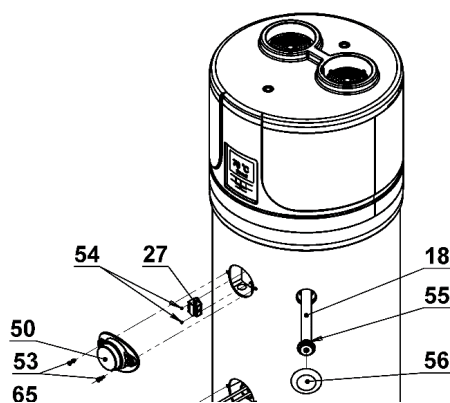

Fig. 14
10.1. Reiniciar o termostato de segurança 27 (Fig. 14)
- Retire o painel decorativo superior ao desaparafusar os parafusos de retenção apropriados (Fig. 14);
- Pressione o botão do termostato de segurança manualmente até ouvir um som (Fig. 14).
10.4. Ânodos de magnésio 18. (Fig. 14)